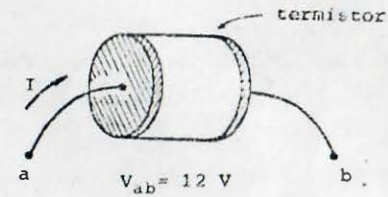

FIGURA P3.10
3.10 Un termistor es un resistor con coeficiente negativo de variación de resistividad con la temperatura. Si un termistor es conectado a una diferencia de potencial  $V_{ab} = 12 \text{ V}$  como se muestra en la figura P3.10, calcule la temperatura para la cual el valor de la corriente que circula a través de él es  $I = 80 \text{ mA}$ . Suponga que su resistividad varía proporcionalmente con la temperatura ( $\alpha_0 = -0.02^\circ\text{C}^{-1}$ ) para el rango de temperaturas considerado en el problema y que su resistencia a  $20^\circ\text{C}$  es de  $200 \Omega$ .